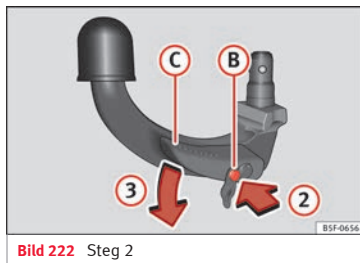

Bild 222 Steg 2
- Tryck utlösningsskruven (B) i pilens riktning ②, och tryck samtidigt spaken (C) i pilens riktning ③ så långt det går »» bild 222.